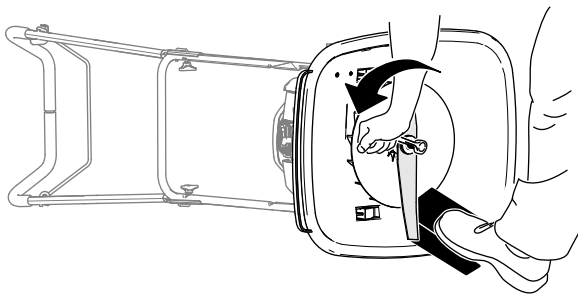

Figura 21
3. Folosiți o bucată de lemn pentru a menține lama stabilă (Figura 21).
- Utilizai o cheie pentru a îndepărta lama rotind urubul în sens invers acelor de ceasornic (Figura 21).